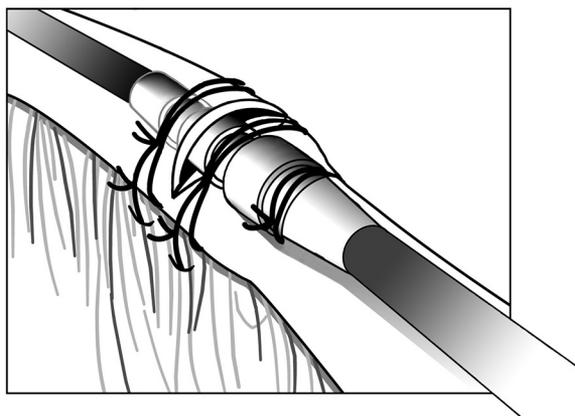

Figure 12. Exemple de manchon de suture, technique d'incision veineuse
3. En utilisant le même sillon, fixer la sonde et la veine sur le fascia adjacent (Figure 12 Exemple de manchon de suture, technique d'incision veineuse en page 29).